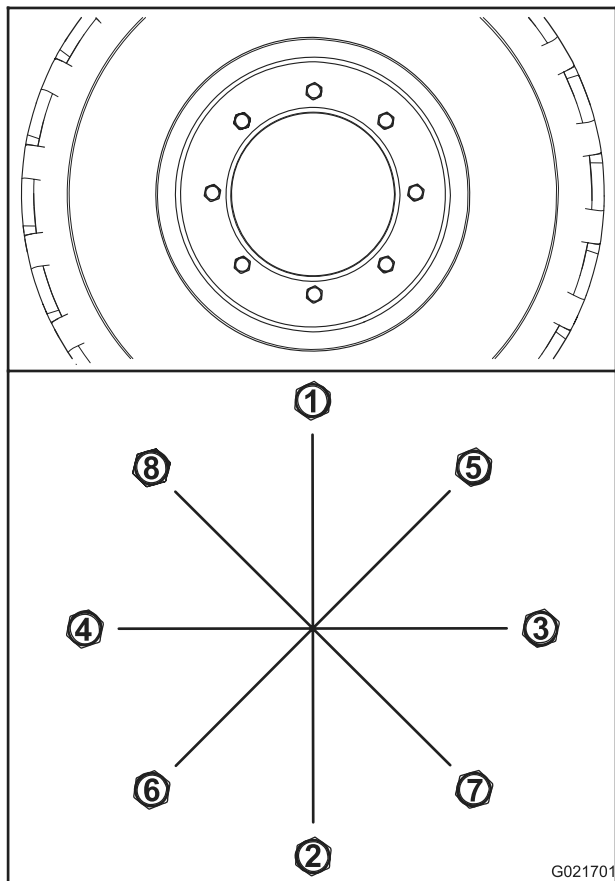

Figura 61
C. Serrate tutti i dadi a una coppia di 300 N-m nella sequenza illustrata in Figura 61.
- A. Serrate tutti i dadi delle ruote a una coppia di 100 N-m nella sequenza illustrata in Figura 61.
B. Serrate tutti i dadi a una coppia di 200 N-m nella sequenza illustrata in Figura 61.